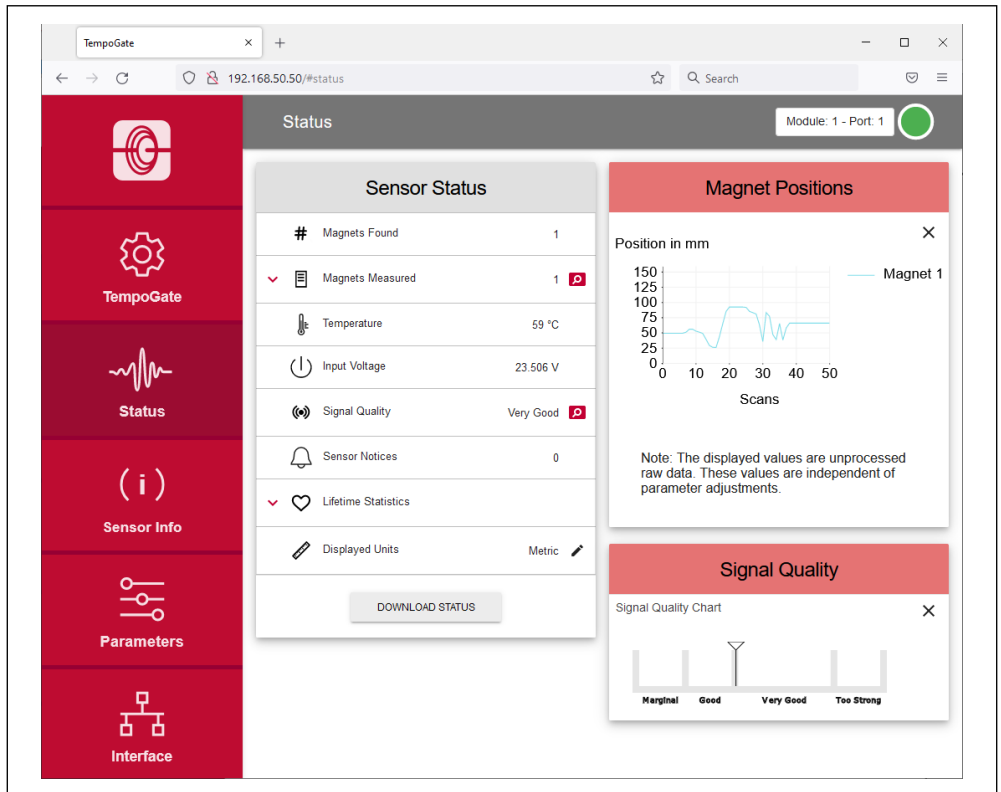

Abb. 35: Sensor Status
Der Menüeintrag Status enthält aktuelle Informationen über den Sensorstatus (Abb. 35):
- **Magnets Measured:** Anzahl der eingestellten Magnete, mit denen der Sensor betrieben wird. Wenn Sie den roten Pfeil links neben dem Symbol anklicken, wird die aktuelle Position des Magneten angezeigt. Wenn Sie die Lupe auf der rechten Seite anklicken, wird die aktuelle Magnetposition in einer grafischen Anzeige dargestellt (Abb. 35). Beachten Sie, dass die Ausgabe der Positionswerte in der grafischen Anzeige langsamer ist als die Ausgabe der Positionswerte an die Steuerung.
Wenn Sie die Lupe auf der rechten Seite anklicken, wird die aktuelle Signalstärke in einer grafischen Anzeige dargestellt (Abb. 35).